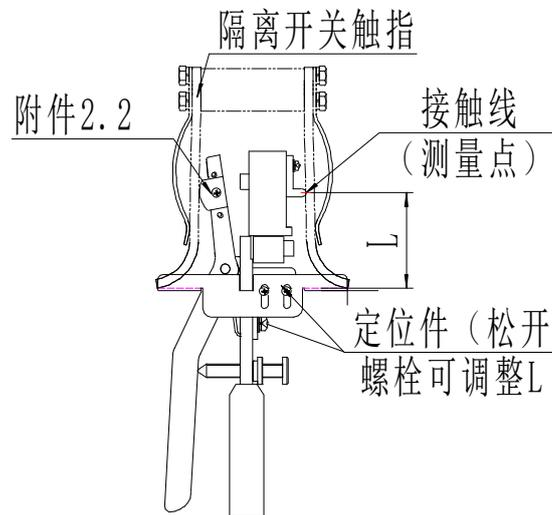

图 8 转入式触头隔离开关压力测量示意图(如 GW4、GW5 系列)
4.2.4 图 8 是触头转入式隔离开关（GW4-40.5/126、GW5-40.5/126 等型号）触指压力测量示意图，为了测量准确和方便，可装配定位件 4，它能上下和前后定位。将测试头对准接触线后，调整固定定位件的螺
一、转入式隔离开关触指接触压力的测量（如 GW4、GW5 型隔离开关），按图 8、9 要求更换测量附件